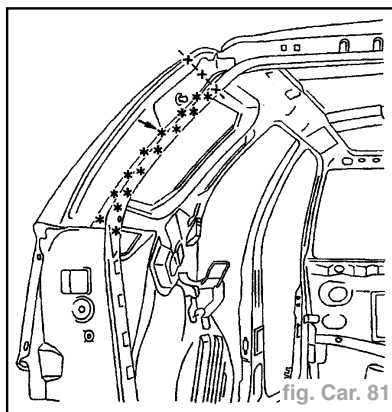

fig. Car. 81
- Tracer puis découper à l'aide d'une scie (fig. Car. 81).